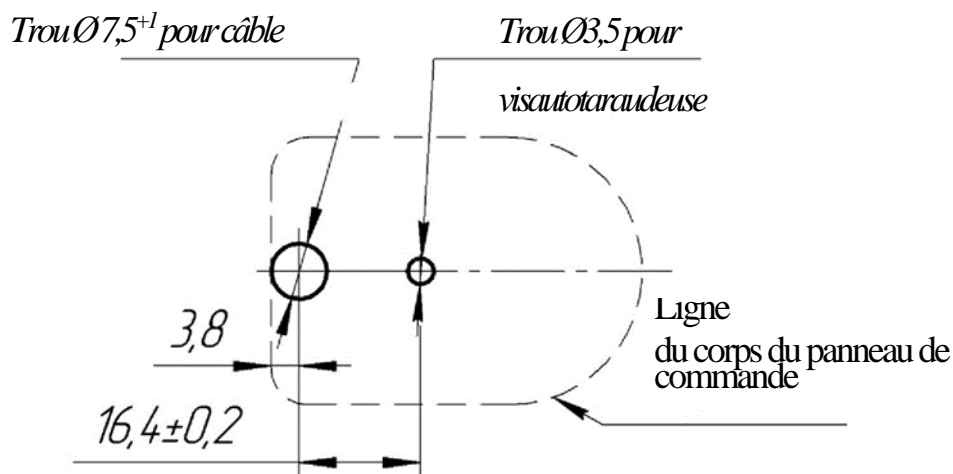

Fig.1
- Effectuer le marquage des trous (voir Fig. 1) pour le montage du panneau de commande sur la surface de montage (un trou pour le câble et un trou pour la vis autotaraudeuse).